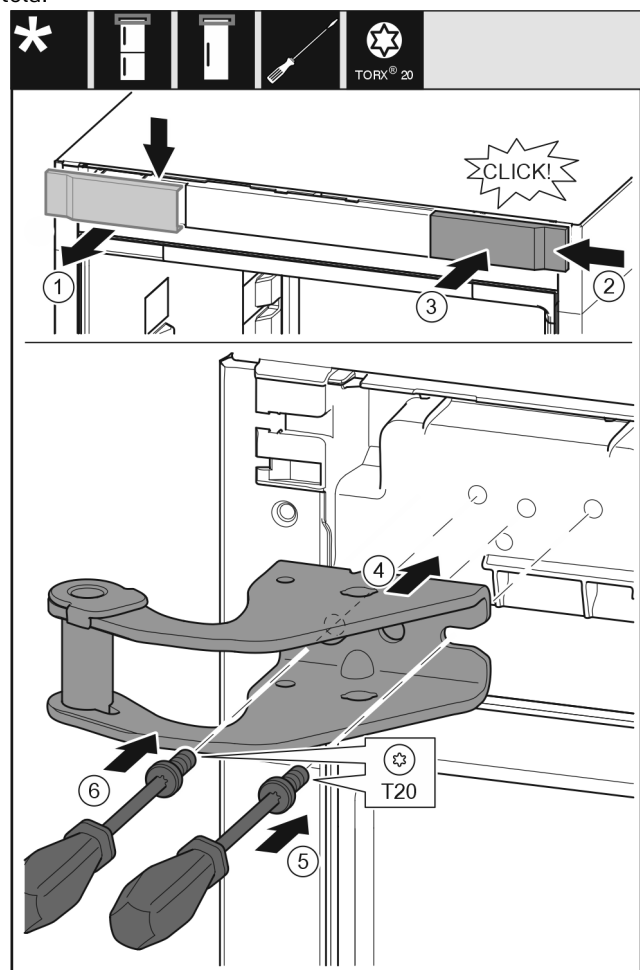

Fig. 31
- ▶ Noņemiet pārsegu no augšas uz priekšu. Fig. 31 (1)
- ▶ Iekabiniet pārsegu, pagrieztu par 180°, otrajā pusē no labās puses. Fig. 31 (2)
- ▶ Nofiksējiet pārsegu. Fig. 31 (3)
- ▶ Pielieciet augšējo gultņa balstu. Fig. 31 (4)
- ▶ Pielieciet skrūvi ar skrūvgriezi T20 un pieskrūvējiet. Fig. 31 (5)
- ▶ Ievietojiet skrūvi ar skrūvgriezi T20 un pievelciet. Fig. 31 (6)